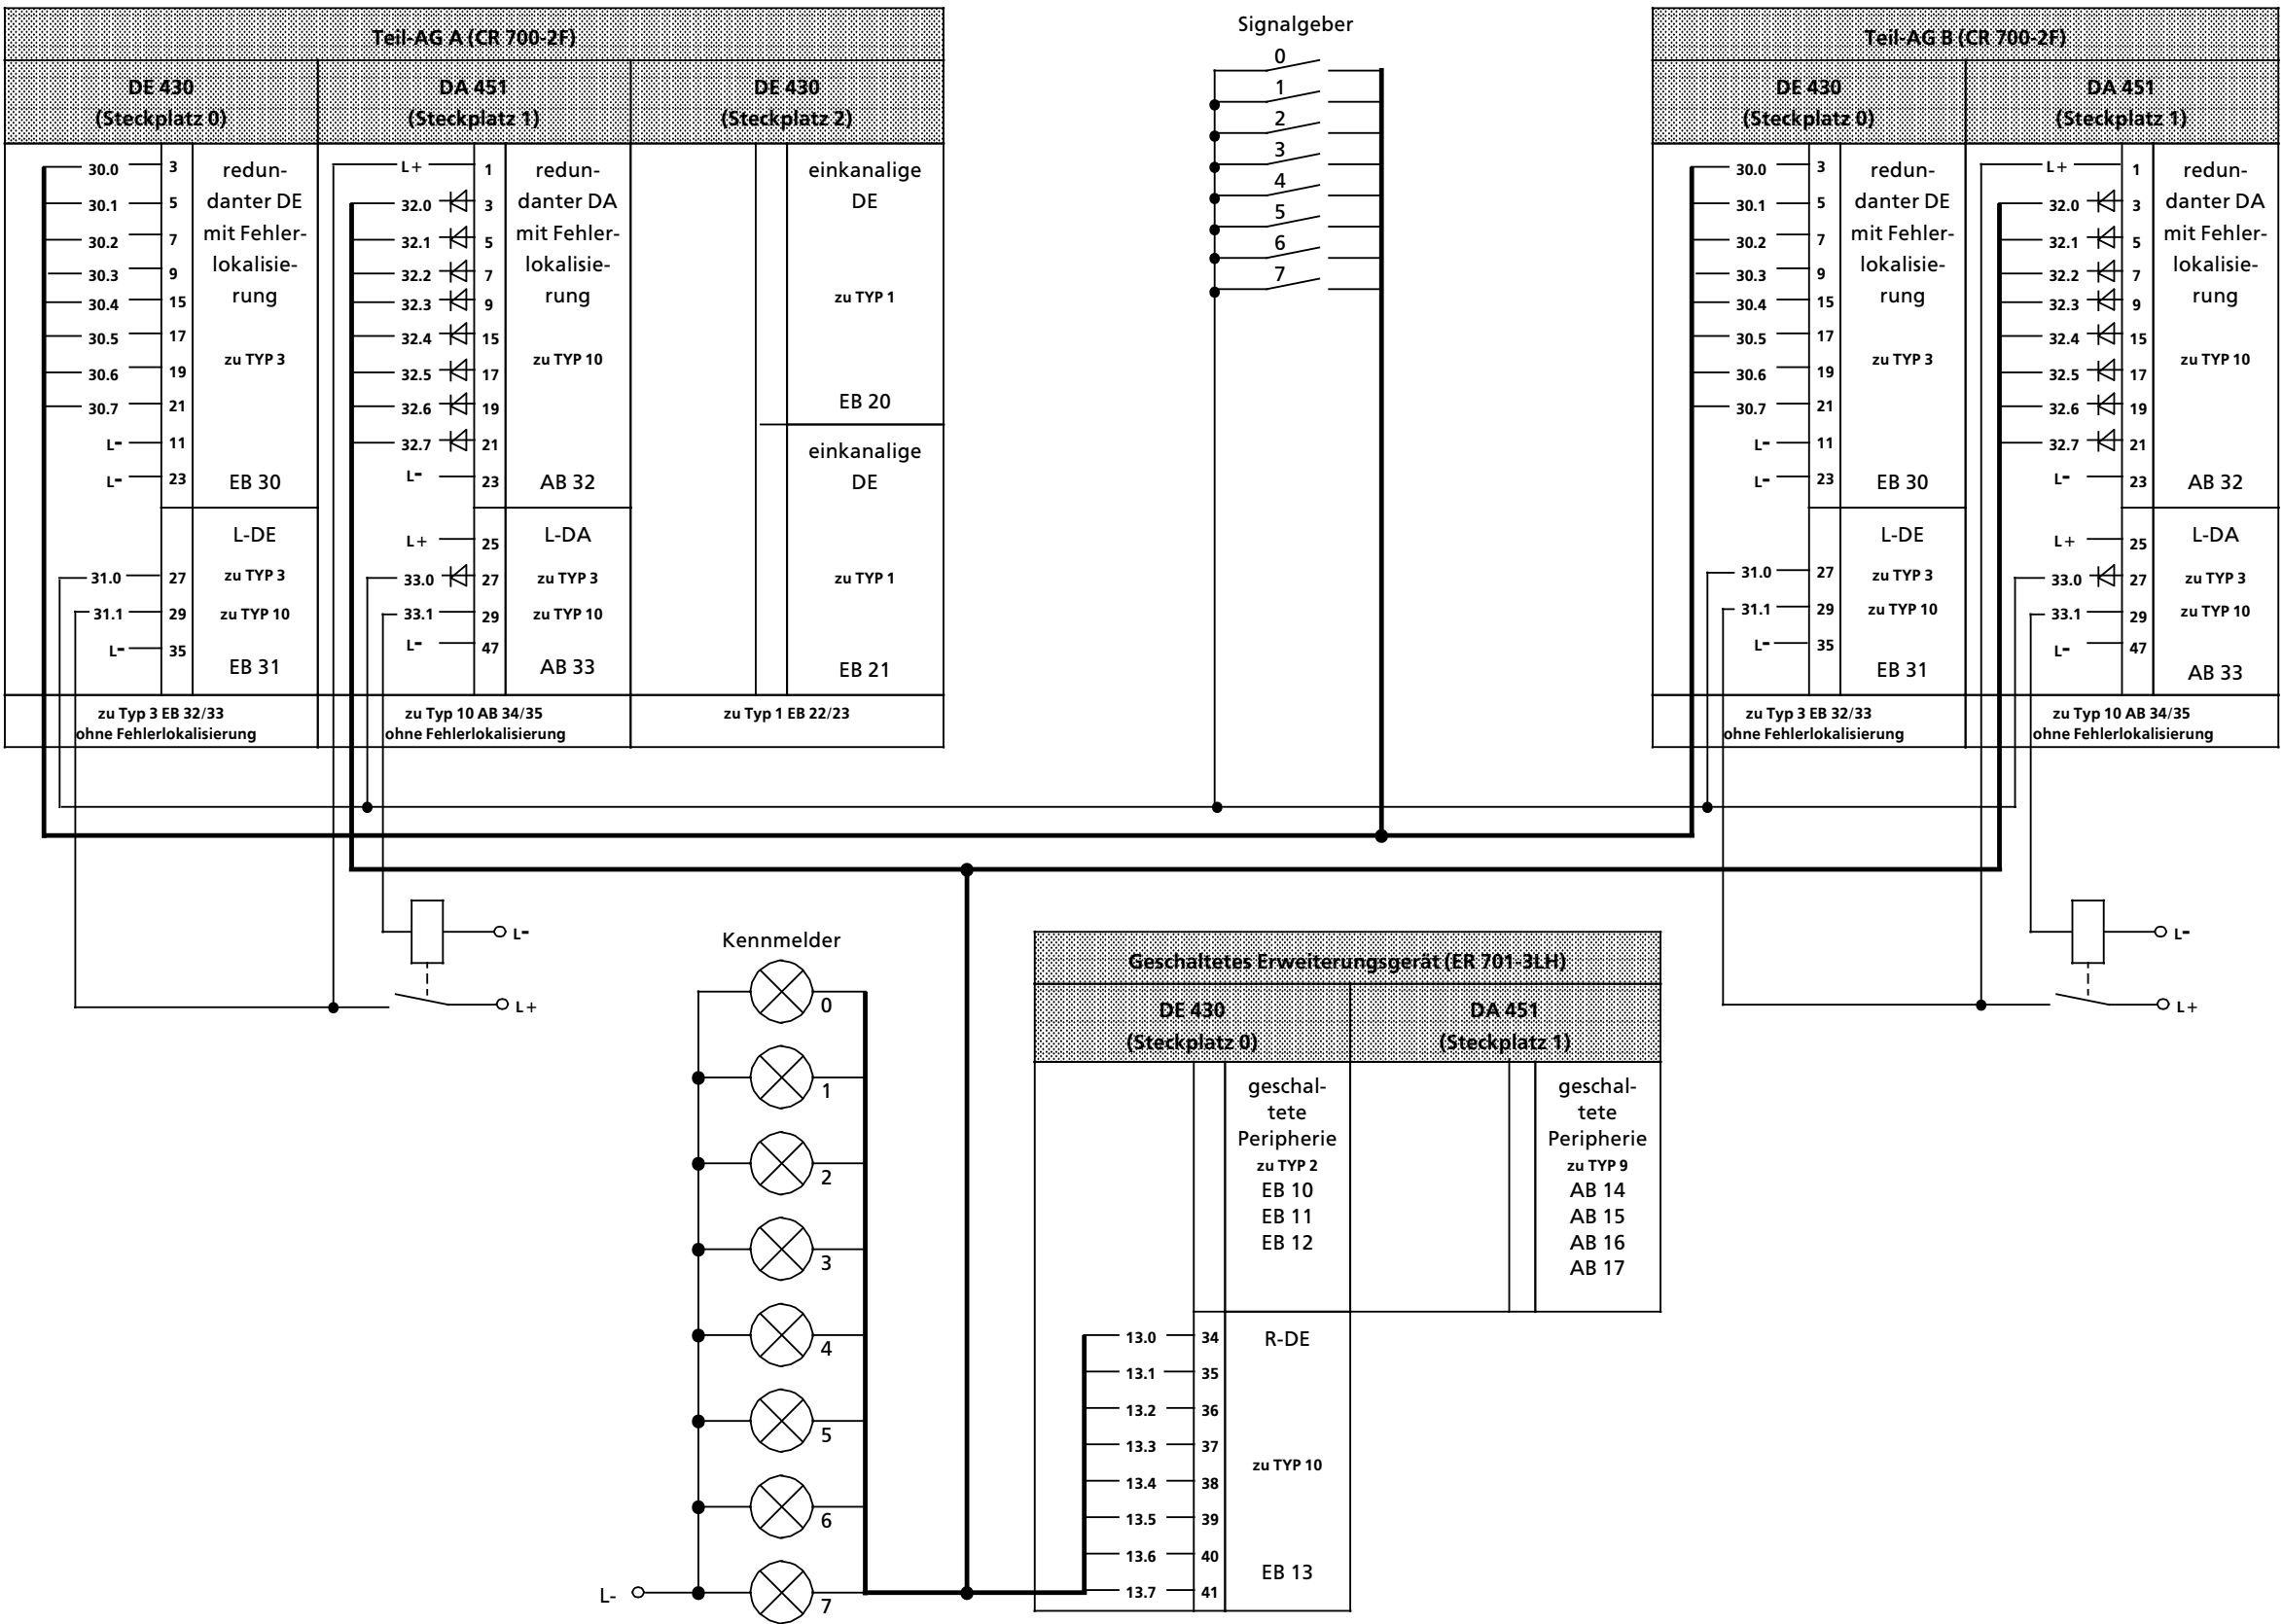

Bild 16.5 Schaltbild zur Redundanzstruktur mit Lokalisierungseinrichtung
- Verdrahten Sie die auf nachfolgenden Bild 16.5 dargestellte Redundanzverschaltung.